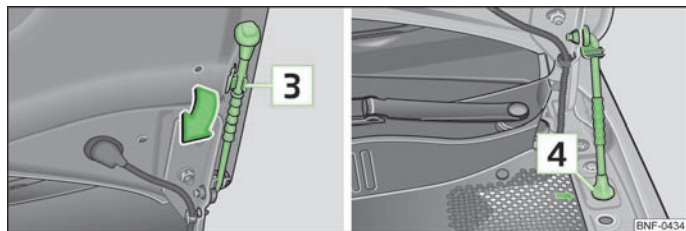

Fig. 96 Fixation du capot moteur
- Sortez la bécille de capot de son support **3** dans le sens de la flèche » fig. 96 et fixez le capot ouvert en insérant l'extrémité de la bécille de capot dans l'orifice **4**.